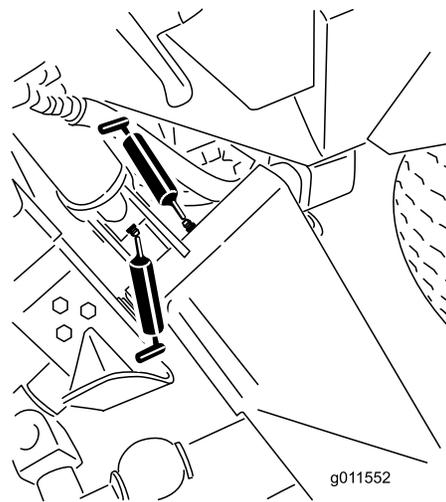
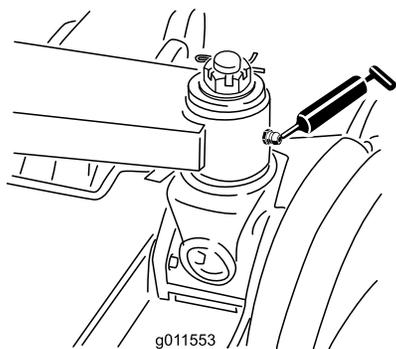

Рисунок 48
Рисунок 49
- Втулки главных подъемных рычагов (6 шт.) (Рисунок 48и Рисунок 49)